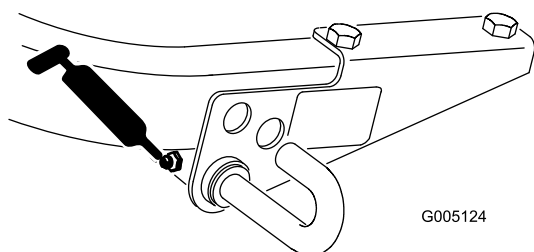

Figura 31
- Alavanca de bloqueio do corte (Figura 31)